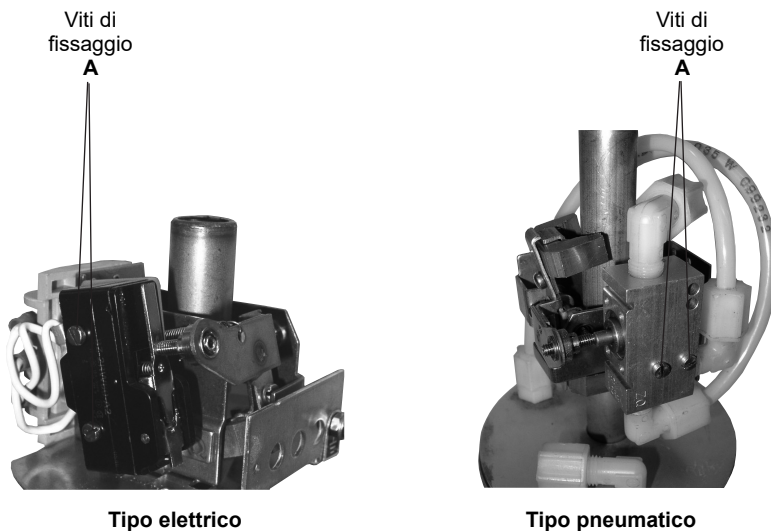

Fig. 1 - Meccanismo interruttore elettrico e pneumatico
- 2 - Allentare le 2 viti di fissaggio "A" del meccanismo al pozzetto (vedi Fig. 1 tipo elettrico) e sfilare il meccanismo interruttore dal pozzetto amagnetico.
- 2 - Allentare le 2 viti di fissaggio "A" del meccanismo al pozzetto (vedi Fig. 1 tipo pneumatico) e sfilare il meccanismo interruttore dal pozzetto amagnetico.